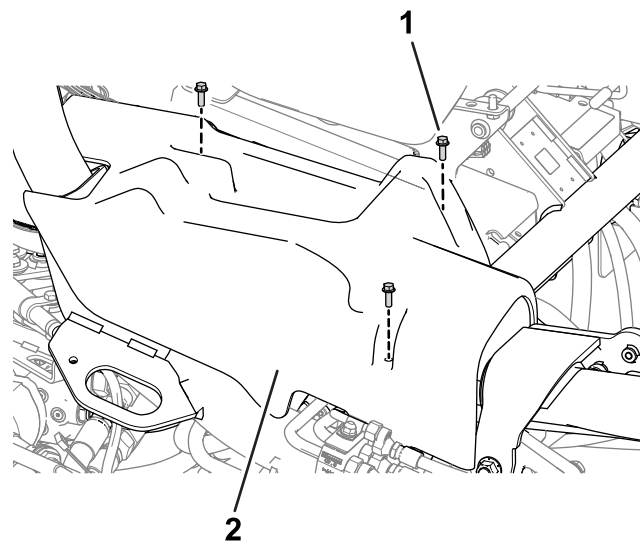

**Figura 9**
3. Collegate il connettore contrassegnato come P02 del cablaggio preassemblato del sistema telematico al dispositivo telematico (Figura 9).